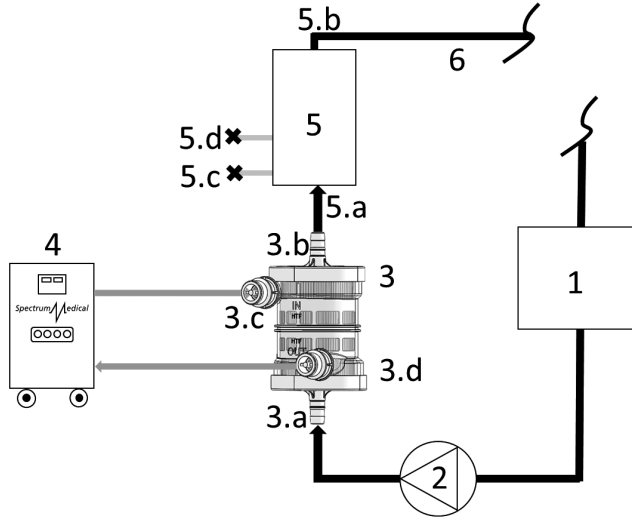

Fig. 2
- Kontroller at O-ringen er plassert på HTF-kontaktene (ref. 3c og 3d på fig. 2).
4. Fjern beskyttelsestettene fra kontaktene på HTF-siden av enheten (ref. 3c og 3d på fig. 2).
5. Koble rørene til Spectrum Medical Quantum Heater-Cooler System-varmekjøleren (ref. 4 i fig. 2) til enheten (ref. 3c og 3d i fig. 2) ved hjelp av hurtigkoblingskontaktene (hunn).
2. Plasser enheten mellom den arterielle pumpen (ref. 2 i fig. 2) og oksygenatorinnløpet (ref. 5 i fig. 2) som vist i fig. 2.
3. Fjern beskyttelseshetten fra blodinnløpskontakten (ref. 3a i fig. 2).
5. Fjern beskyttelseshetten fra blodutløpskontakten (ref. 3b i fig. 2).